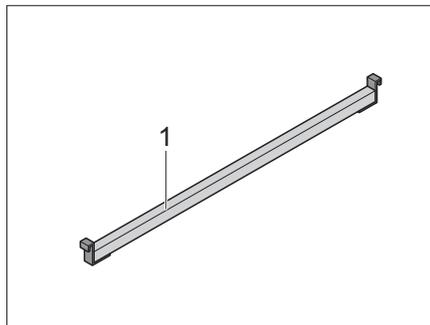
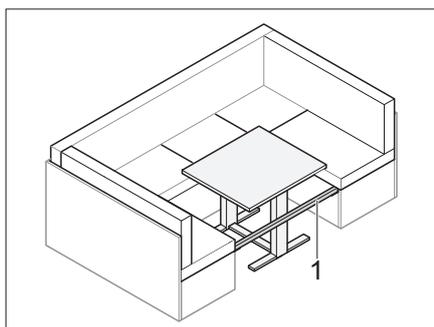

Fig. 62 Barrette supplémentaire
Fig. 63 Barrette encastrée
- Insérer la barrette supplémentaire (Fig. 62,1) entre les banquettes (Fig. 63).